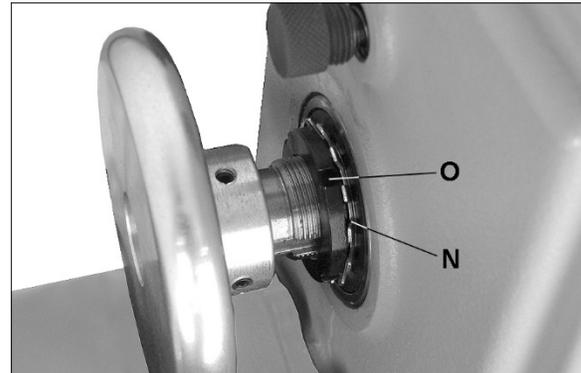

Figura 8-12: corrección del juego del husillo
5. Afloje y quite la tuerca de traba del cojinete y arandela de traba con pestañas (vea O/N, Figura 8-12).
- Instale la arandela de traba con pestañas y la tuerca de traba del cojinete (N/O, Figura 8-12). Compruebe el juego del husillo en este momento (vea la sección 8.13).
- Use un destornillador para doblar con cuidado hacia atrás cualquier pestaña en la arandela de traba con pestañas (N, Figura 8-12) que interfiere con los insertos en la tuerca de traba del cojinete (O, Figura 8-12).
- Coloque el extremo de un destornillador de cabeza plana contra uno de los insertos de la tuerca de traba del cojinete (O, Figura 8-12).
- Golpee el mango del destornillador con una maza, de modo que gire la tuerca de traba de cojinete (O, Figura 8-12) de forma más apretada en un sentido hacia la derecha. Gire la tuerca de traba del cojinete solamente unos 1/16" cada vez.
- Después de haber ajustado debidamente la tuerca de traba del cojinete (O, Figura 8-12), doble hacia atrás *con cuidado* cualquier pestaña en la arandela de traba con pestañas (N, Figura 8-12).